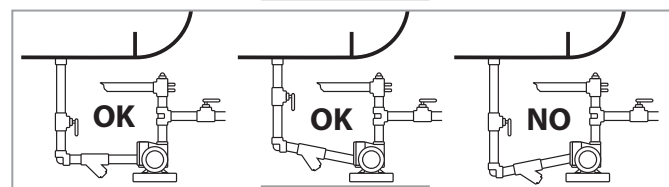

Figura 11
10. Deben evitarse las tuberías de entrada largas, incluso cuando son tan grandes que prácticamente no tienen pérdida por fricción. Por la noche o en climas fríos, el líquido se enfriará. Luego, a medida que el día se calienta o que la luz del sol incide sobre las tuberías, el líquido frío se calentará, lo que provocará que parte del líquido se vaporice. Este vapor reducirá el caudal de la bomba y aumentará el ruido y la vibración. Para minimizar este problema, las tuberías de entrada deben estar niveladas o tener una pendiente ascendente hacia el depósito de suministro, de modo que los vapores puedan volver al depósito. **Figura 11.**